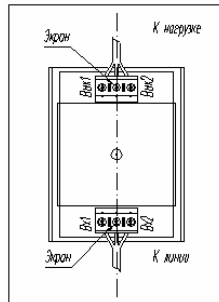

Рис.1
6.6 Монтажные чертежи приведены в **приложении 1**, на рис. 1, 2 .